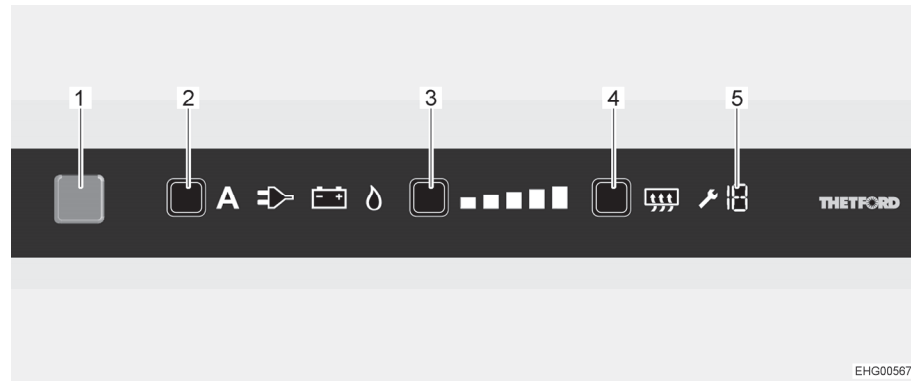

Bild 133 Bedienelemente
Nach dem Einschalten wählt der Kühlschrank automatisch die zuletzt gewählte Thermostateinstellung. Diese Einstellung kann manuell mit der Kühlstufentaste (Bild 133,3) nachgeregelt werden. Die Leuchtbalken der Kühlstufenanzeige zeigen die gewählte Thermostateinstellung an. Mit der Kühlstufentaste wird die Kühltemperatur für alle drei Energiearten eingestellt. Es dauert einige Stunden, bis der Kühlschrank die normale Betriebstemperatur erreicht hat. Beim Umschalten der Betriebsart wird die Thermostateinstellung beibehalten. Die Kühltemperatur wird unabhängig von der Energieart beibehalten.
- Taste Ein/Aus (Bild 133,1) 1 Sekunde lang drücken. Taste leuchtet blau auf. Nach ca. 10 Sekunden wird die Anzeige aus Energiespargründen gedimmt.
- Energiewahltaste (Bild 133,2) mehrmals drücken, bis die gewünschte Energiequelle angewählt ist.
- Kühlstufentaste (Bild 133,3) mehrmals drücken, bis die gewünschte Kühlstufe angewählt ist. Die aktuelle Kühlstufe wird durch Leuchtbalken angezeigt.
- Taste Ein/Aus (Bild 133,1) ca. 2 Sekunden lang drücken. Alle Lampen erlöschen. Der Kühlschrank ist abgeschaltet.